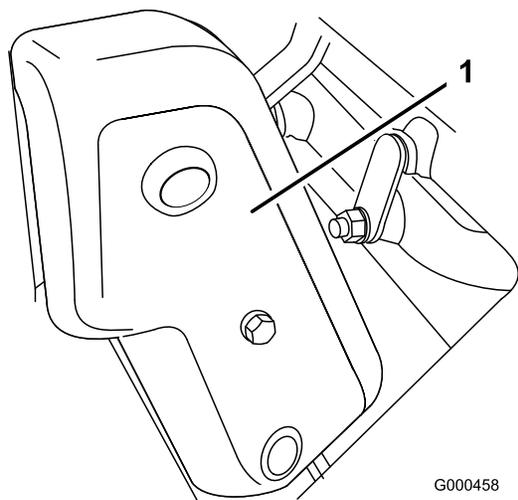

図 40
1. ベルト・カバー取り付けネジ (図 40) を外してベルトを露出させる。